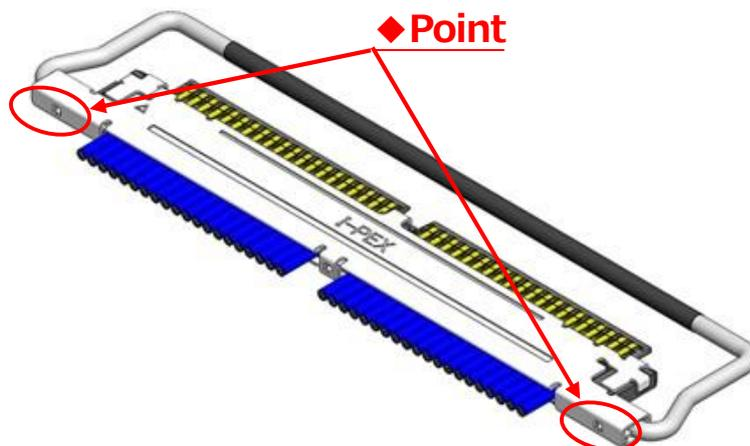

Fig.9 Shell-AとShell-Bの半田付け部
- ④ Shell-AとShell-Bを半田コテにて全箇所半田付けすることを推奨する。(Fig.9 ◆部)